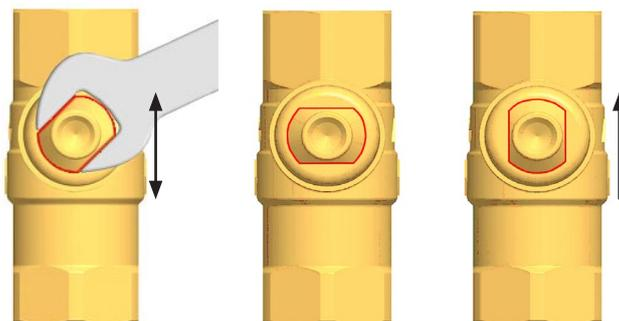

figure 3
- Tourner les vannes à sphère dans le départ (1) et le retour (2) avec une clé à fourche (ouverture de clé 14) jusqu'à la position 45°. Les clapets anti-retour sont ainsi ouverts dans les robinets à tournant sphérique (figure 3).
- Fermer la vanne de vidange (5) de l'unité de vidange et de remplissage lorsque la pompe est en service, puis augmenter la pression de l'installation à env. 5 bars. La pression de l'installation est indiquée sur le manomètre.
- Fermer la vanne de remplissage (3) et désactiver la pompe de la station de rinçage et de remplissage ainsi que la pompe solaire.
- Régler la pression de service (env. 0,5 bars de plus que la pression d'admission du vase d'expansion) de l'installation solaire en ouvrant la vanne de vidange (5).
- Fermer la vanne de vidange (5) et ouvrir la vanne à sphère (4).